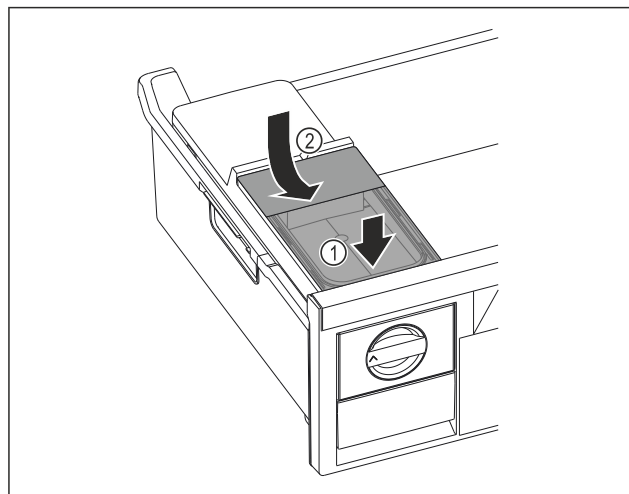

Fig. 130
- ▶ Установите бак для воды спереди Fig. 130 (1)
- ▶ Опустить бак для воды сзади Fig. 130 (2)